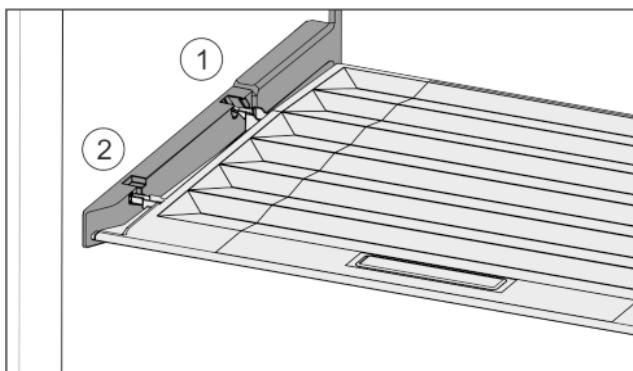

Fig. 29
- Výstupky veka zavedťte cez otvor zadného držiaka Fig. 29 (1) a zaistite vpred v držiaku Fig. 29 (2).